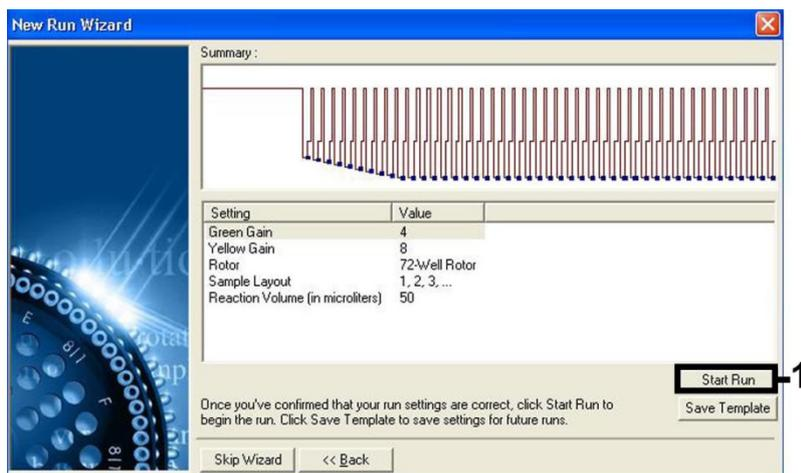

Figura 7. Inicio de la serie.
El intervalo de detección de los canales de fluorescencia debe determinarse según las intensidades de fluorescencia de los tubos de PCR. Haga clic en **Gain Optimisation** (optimización de ganancia) en el cuadro de diálogo **New Run Wizard** (asistente para nueva serie analítica) para abrir el cuadro de diálogo **Auto-Gain Optimisation Setup** (configuración de optimización de autogancia), (consulte el paso 6 y la figura 7 de la hoja del protocolo *Settings to run artus QS-RGQ Kits*).
8. Los valores de ganancia determinados por la calibración de los canales (o asignados manualmente) se guardan automáticamente y se muestran en la última ventana de menú del procedimiento de programación (figura 7). Haga clic en **Start Run** (iniciar serie analítica).